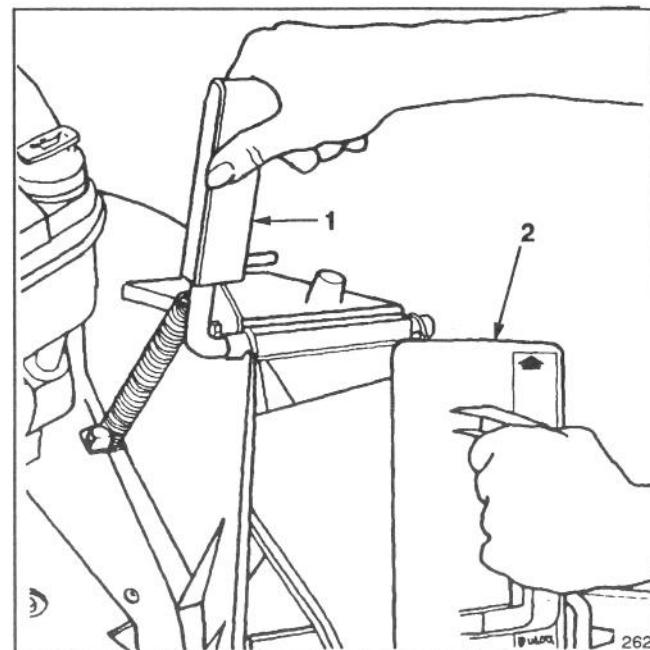

Figure 2
- Tirez la poignée de la porte de l'éjecteur vers soi pour l'ouvrir (la porte se rabat vers l'intérieur), (Fig. 2). Maintenir la poignée en position d'ouverture pour empêcher que le ressort ne referme la porte pendant l'insertion de l'obturateur. La flèche apposée sur l'obturateur doit pointer vers le haut.
- L'obturateur étant légèrement plus large que l'ouverture du conduit de l'éjecteur, lui imprimer un léger mouvement vers la droite pour l'insérer (Fig. 2). La flèche apposée sur l'obturateur doit pointer vers le haut.